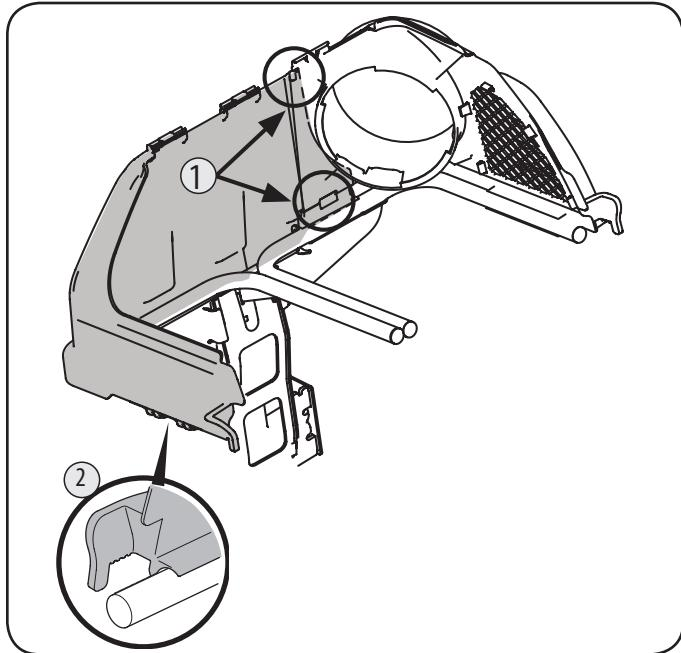

Figura 14
3. Deslice la cubierta del colector de césped del lado izquierdo sobre el soporte del canal superior y el conjunto del soporte de la bolsa. Cierre cuidadosamente las dos pestañas en la parte frontal del soporte del canal superior. Consulte 1 en la Figura 14. Coloque los cierres a presión sobre el soporte de riel de la embolsadora del lado izquierdo. Consulte 14 en la Figura 14.